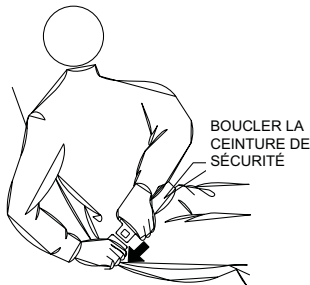

Figure 17. Boucler la ceinture de sécurité
2. S'asseoir sur le siège de l'opérateur et ajouter le siège pour être dans une position confortable, puis se serrer la ceinture de sécurité (Figure 17) autour de la taille. **NE JAMAIS** utiliser le rouleau sans boucler la ceinture de sécurité. Ne pas utiliser la ceinture de sécurité peut provoquer des blessures graves.